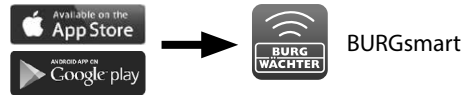

Abb. 1
- Um Ihr neues Schließsystem einrichten zu können, müssen Sie sich zunächst die App *BURGsmart* herunterladen. Diese ist im iOS App Store und Google Play Store zu finden (Abb. 1).